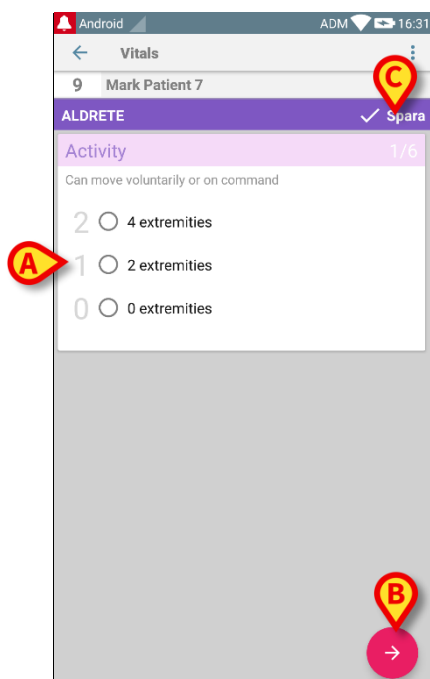
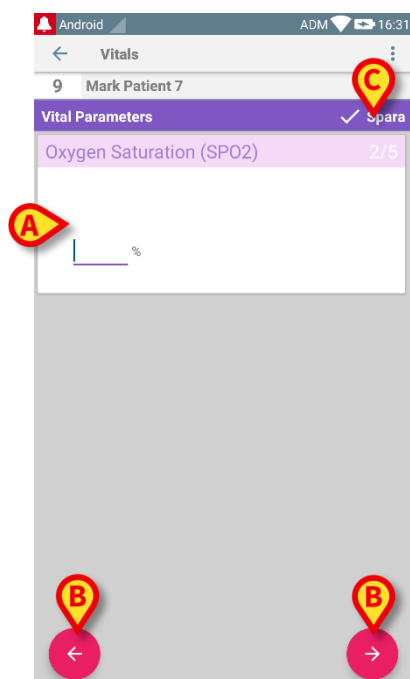

Fig. 52
Fig. 53
OBS: Funktionerna på skärmbilden för inmatning av data beror på den valda typen av datauppsättning. Se Fig. 52 för ett exempel.
Se Fig. 53 för ett annat exempel.
- Mata in erforderligt(a) värde(en) på varje skärmbild (Fig. 52 **A** och Fig. 53 **A**).
- Gå till nästa/föregående skärmbild med pilknapparna i Fig. 52 **B** och Fig. 53 **B**.
- ska du trycka på **Spara** för att spara datauppsättningen (Fig. 52 **C** och Fig. 53 **C**). Alternativet **Avbryt** stänger skärmbilden för inmatning av data.